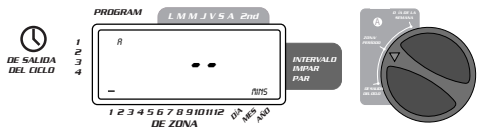

FIGURA 6: Duración de la estación para el programa A
- Haga girar el dial a la posición **DURACIÓN DE ESTACIÓN** ya sea en el program A o en el B. La pantalla mostrará el programa que usted haya seleccionado con una "A" o una "B" y los - - MINS y el cursor parpadeará en la estación "1" [Vea la figura 6].